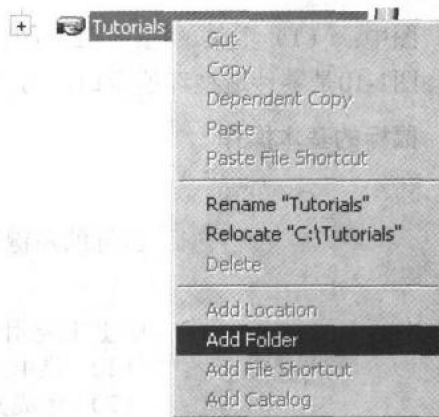

图1-8
- (4) 现在用鼠标右键单击文档库名称，选择添加文件夹（Add Folder），如图1-8所示。